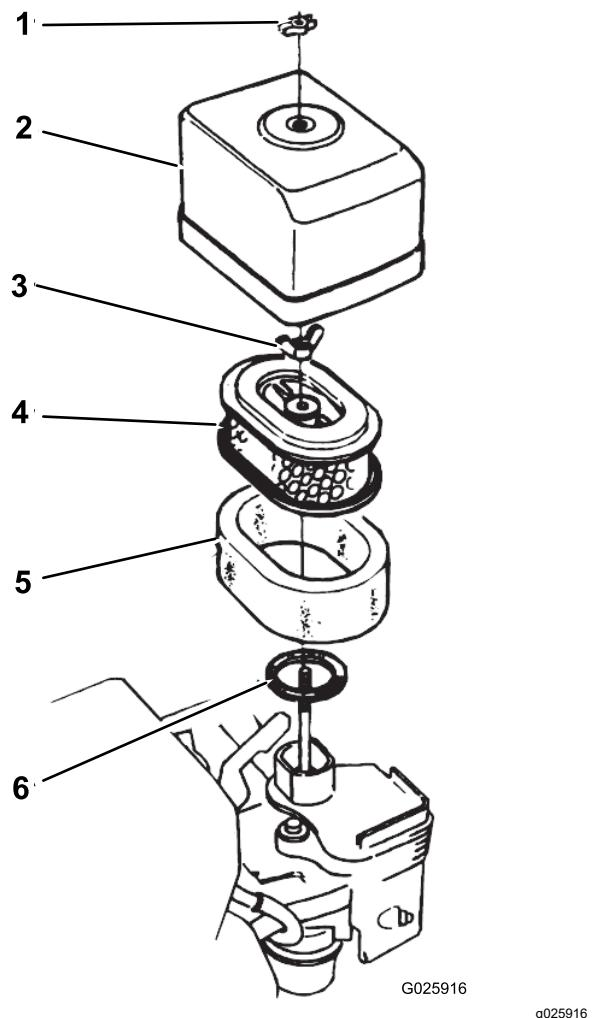

Figura 31
2. Retire a porca de orelhas que fixa a cobertura do filtro de ar e retire a cobertura (Figura 31).
5. Monte a cobertura do filtro de ar no filtro com a porca de orelhas (Figura 31).
1. Retire a porca de orelhas que fixa a cobertura do filtro de ar e retire a cobertura (Figura 31).
2. Retire a porca do filtro de ar e retire o filtro (Figura 31).
3. Retire o elemento de esponja do filtro de ar do elemento de papel (Figura 31).
1. Monte o elemento de esponja do filtro de ar no elemento de papel (Figura 31).
2. Inspecione a junta para detetar desgaste e danos (Figura 31). Substitua a junta, se estiver gasta ou danificada.
3. Certifique-se de que a junta está posicionada na entrada de ar para o carburador (Figura 31).
4. Monte os elementos do filtro de ar no carburador com a porca de orelhas (Figura 31).
5. Monte a cobertura do filtro de ar no carburador com a outra porca de orelhas (Figura 31).